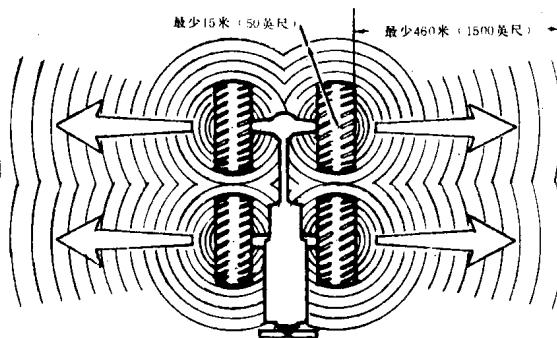

图 1-3 防爆安全区
1. 装载机不准停放在有明火或高温地区。因轮胎过热,会引起爆炸,将轮缘和轮胎配件抛射出 500 米左右,容易伤人(图 1-3)。切勿走到如图 1-3 所示的轮胎的阴影区范围还要近的地方。